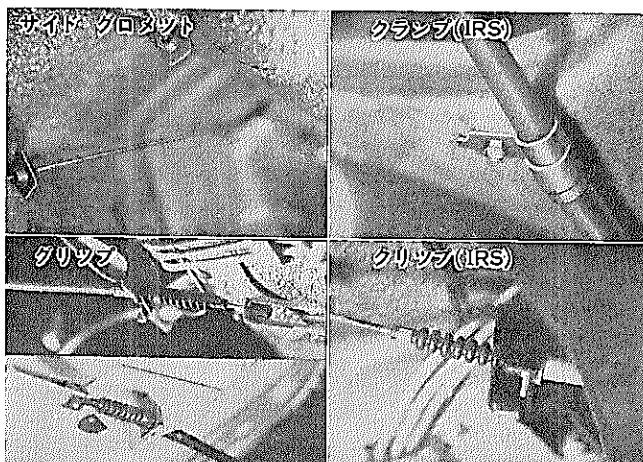

図13-137 ケーブル No.2, C9961 C9962 C9963 C9964 C9965 No.3 取りはずし
- ③ ケーブル No.1×パーキング ブレーキ コントロール ハンドル切り離し (図13-137参照)
- ④ フロント シート
- ⑤ ドア スカッフ プレート
- ⑥ フロア カーペット
- ⑦ ヒータ リヤ ダクト (右側)
- ⑧ ケーブル No.1 (グロメット付)